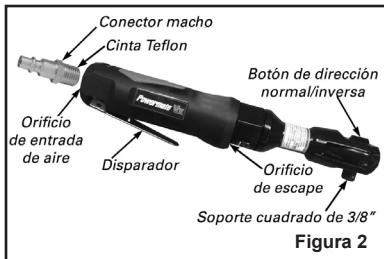

Figura 2
2. Instale un conector macho NPT de 1/4" (no incluido) en el orificio de entrada de aire de la herramienta (ver Figura 2). **Nota: Utilice cinta Teflon® en todas las conexiones de rosca.**